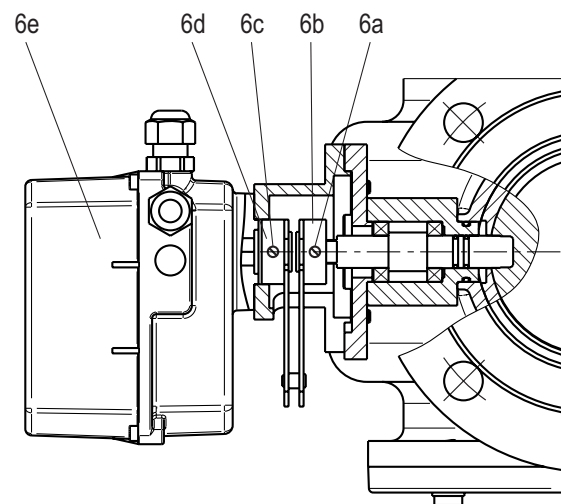

Рис. 7
4.5.2 Регулировка дроссельной заслонки (рис. 7):